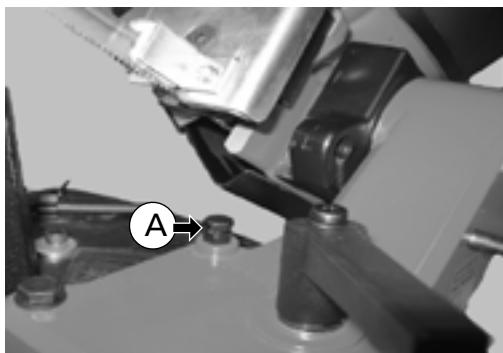
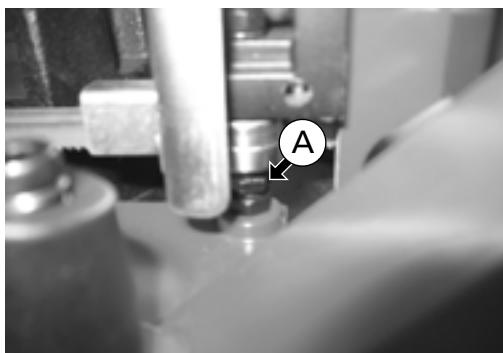

Fig. 21
Fig. 22
El tope (A) - (Fig. 21) controla la profundidad hasta la cual puede bajar el arco de la sierra de cinta e impide que la hoja de corte se ponga en contacto con la base (Fig. 22).
Elementos de Fig. 21 - 22